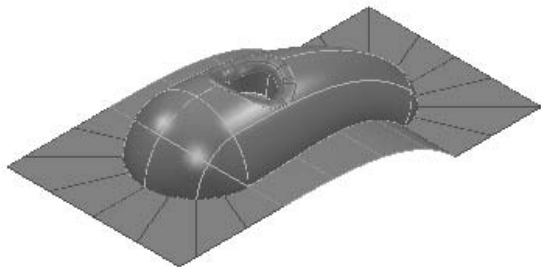

图 2-23 打开范例文件
2) 选择下拉菜单中的“文件”→“范例”命令, 弹出“打开范例”对话框, 选择“cowling.dgk”(“随书光盘: \第2章\exercise2\uncompleted\cowling.dgk”)文件, 单击“打开”按钮即可, 如图 2-23 所示。